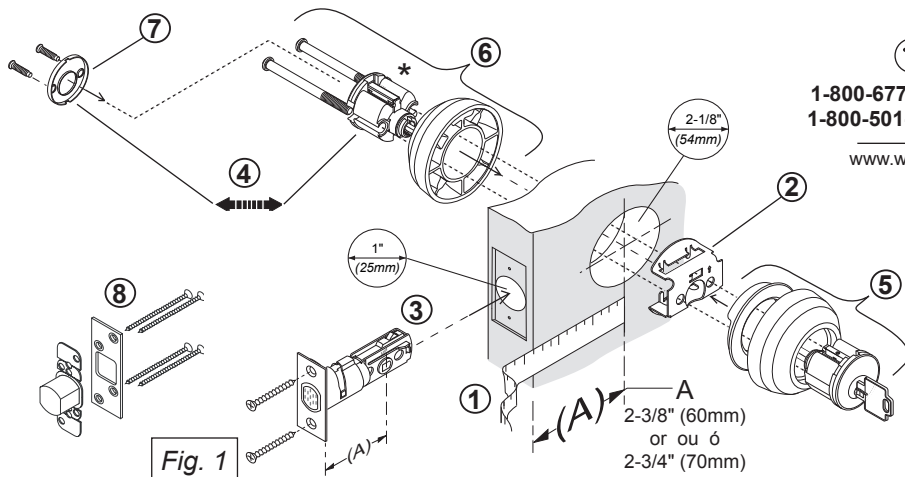

Fig. 1
1 Measure backset (A), 2-3/8" (60mm) or 2-3/4" (70mm). See (fig. 1) above. If a 2-3/4" (70mm) is required, adjust latch as shown.
1 Mesure pour un écartement (A) de 2-3/8" (60 mm) ou de 2-3/4" (70 mm). Voir (fig. 1) ci-dessus. Si un écartement de 2-3/4" (70 mm) est requis, régler le verrou comme il est indiqué.
1 Mida una distancia al centro (A) de 2-3/8" (60 mm) o 2-3/4" (70 mm). Ver (fig. 1) arriba. Si se requiere una distancia de 2-3/4" (70 mm), ajuste el pasador según se ilustra.